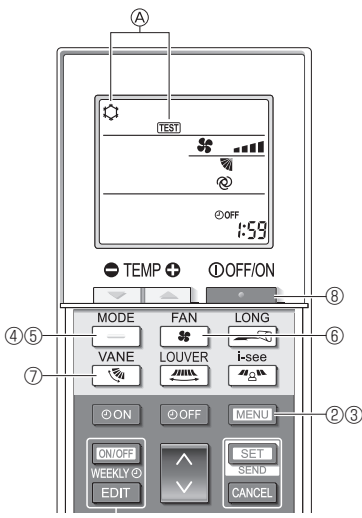

Fig. 8-5
- 2 Нажмите и удерживайте кнопку [MENU] в течение 5 секунд. (Fig. 8-5) (Выполните эту операцию, когда дисплей пульта дистанционного управления выключен.)
- 3 Нажмите кнопку [MENU]. Отображаются [TEST] (ТЕСТ) и текущий режим работы. (Fig. 8-5)